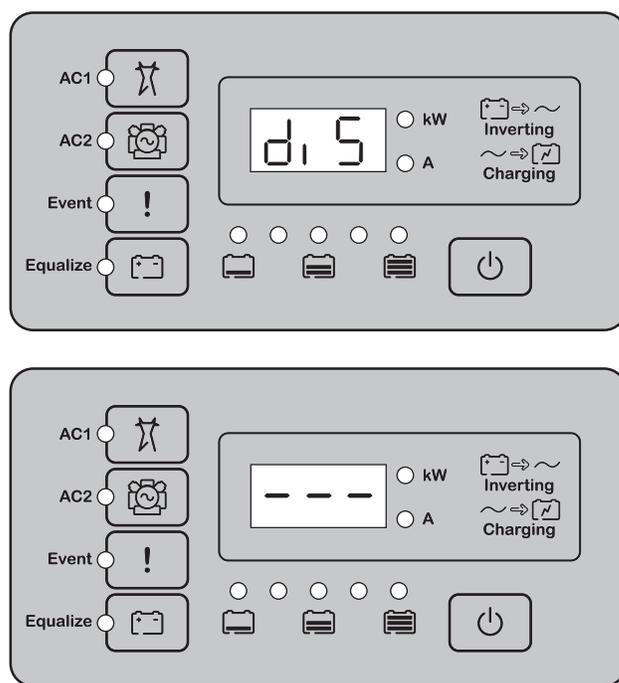

Figura 3-18 Passaggio alla modalità di disabilitazione
- ◆ Sul pannello di informazioni dell'inverter, premere il pulsante di AVVIO/ARRESTO e il pulsante di equalizzazione. A questo punto, Conext XW+ è disabilitato e sul pannello di informazioni dell'inverter viene visualizzato temporaneamente **d,5** (Disabled, Disabilitato), seguito da "---", come mostrato nella Figura 3-18.